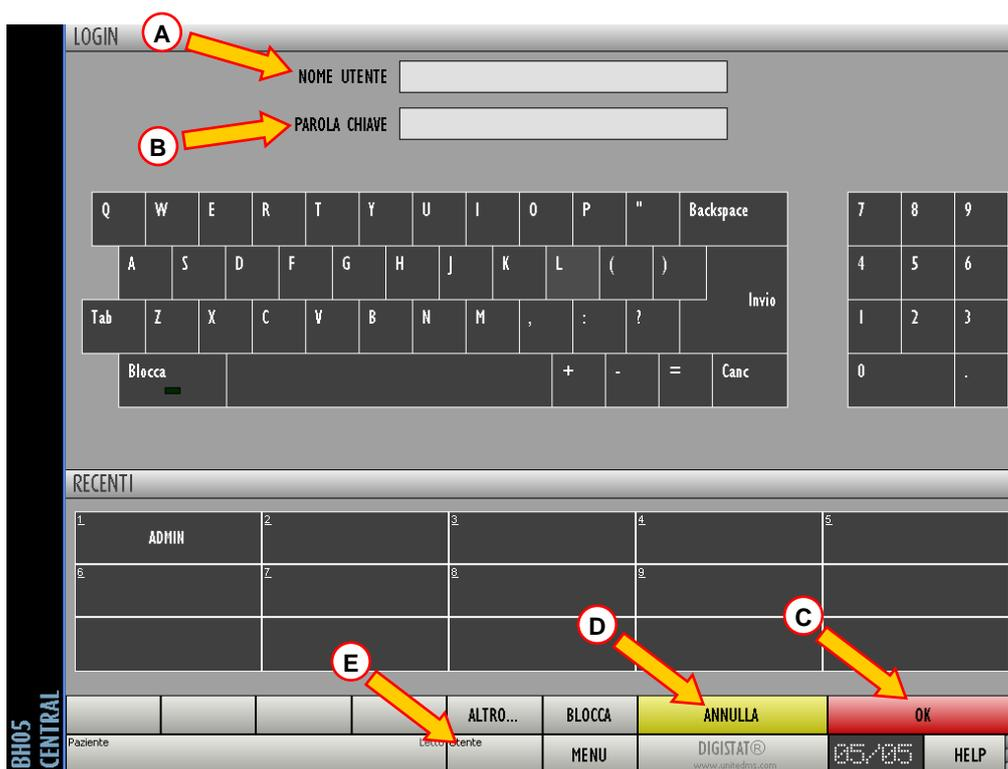

Fig 7 – Accesso al sistema
Per questo motivo, all'inizio di ogni sessione di lavoro, è necessario cliccare il pulsante **UTENTE** (Fig 7 E).
- inserire il proprio nome utente nel campo “Nome utente” (Fig 7 A)
- inserire la propria password nel campo “Parola chiave” (Fig 7 B).
- cliccare il pulsante **OK** (Fig 7 C).
- cliccare il pulsante **ANNULLA** (Fig 7 D).
Per connettersi di nuovo è sufficiente cliccare di nuovo sul pulsante **UTENTE**. Apparirà di nuovo la schermata mostrata in Fig 7.
In questo caso è sufficiente, quando il sistema si trova sulla pagina di Log in (Fig 7),
Si chiuderà la finestra "Elenco utenti". Il nome dell'utente selezionato apparirà nel campo "Nome utente" della schermata di accesso al sistema (Fig 7 A).